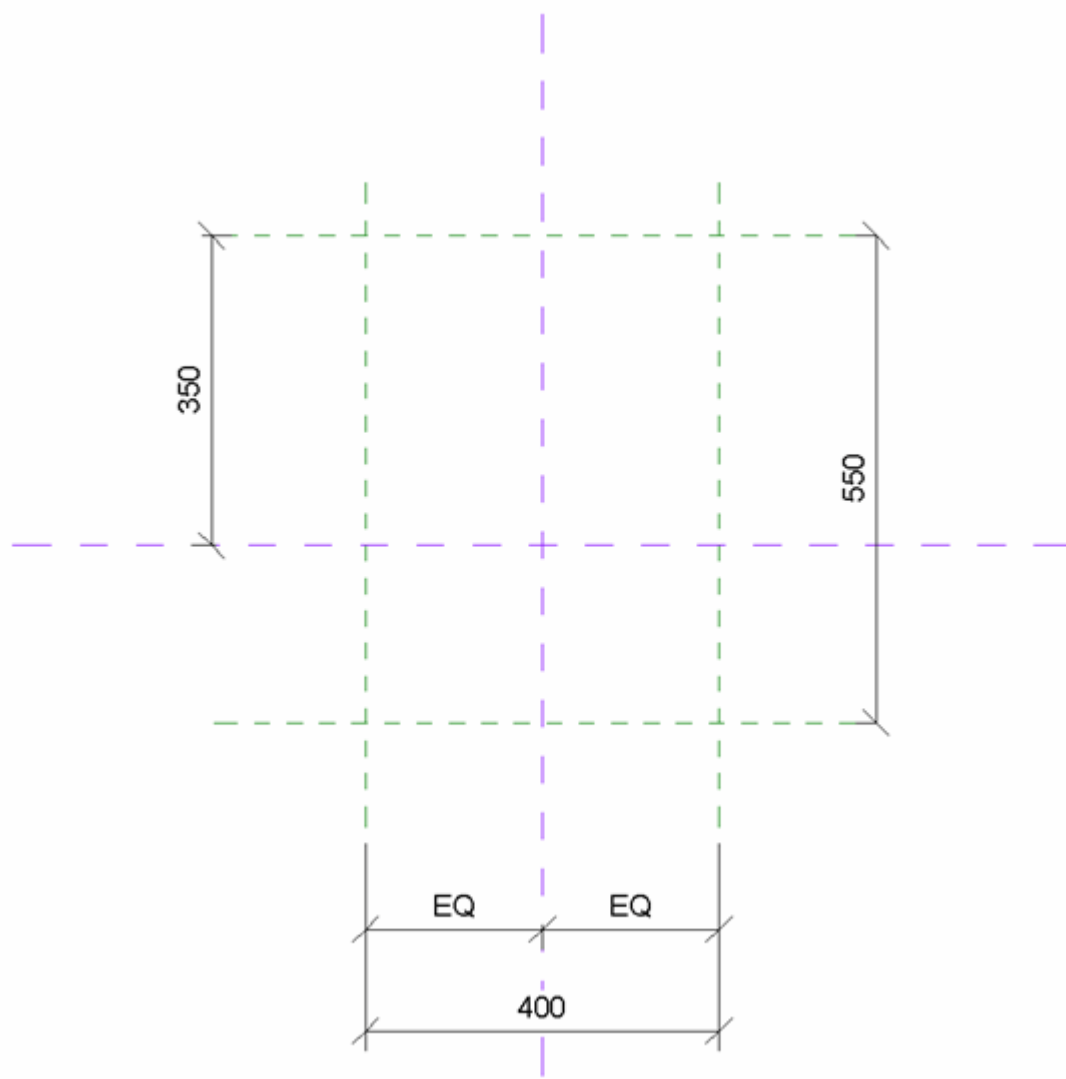

Рисунок 8
3. Проставьте размеры между опорными плоскостями (см. Рисунок 8).
Примечание: поставьте знак «EQ» в случае, если геометрия профиля симметрична относительно плоскости вставки (см. Рисунок 8).